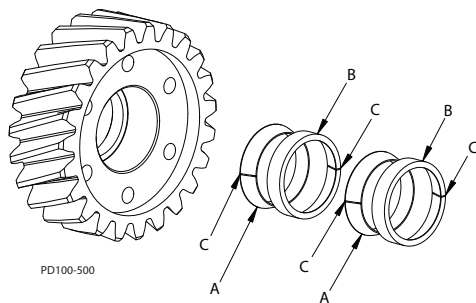

Abb. 60 - Verriegelungsbaugruppe
3. Die Verriegelungselemente (Abb. 61, Einzelheit 25, detailliert in Abb. 60) bestehende aus einem geschlitzten Innenring und einem geschlitzten Außenring. Für ein problemloses Verhalten müssen die Elemente in folgender Reihenfolge montiert werden: Innenring (A), Außenring (B), Innenring (A), Außenring (B) mit den Schlitten in den Ringen (Pos. C) um 180° versetzt, wie in Abb. 60 gezeigt.